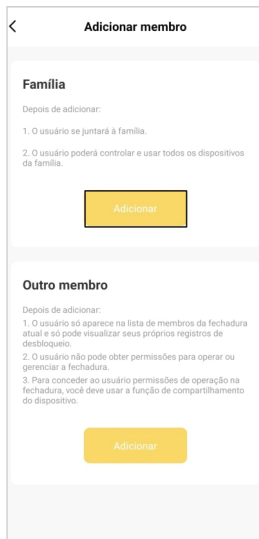

Figura 15
4. Em seguida, selecione a opção **"Adicionar agora"** na categoria **"Família"** (figura 15).